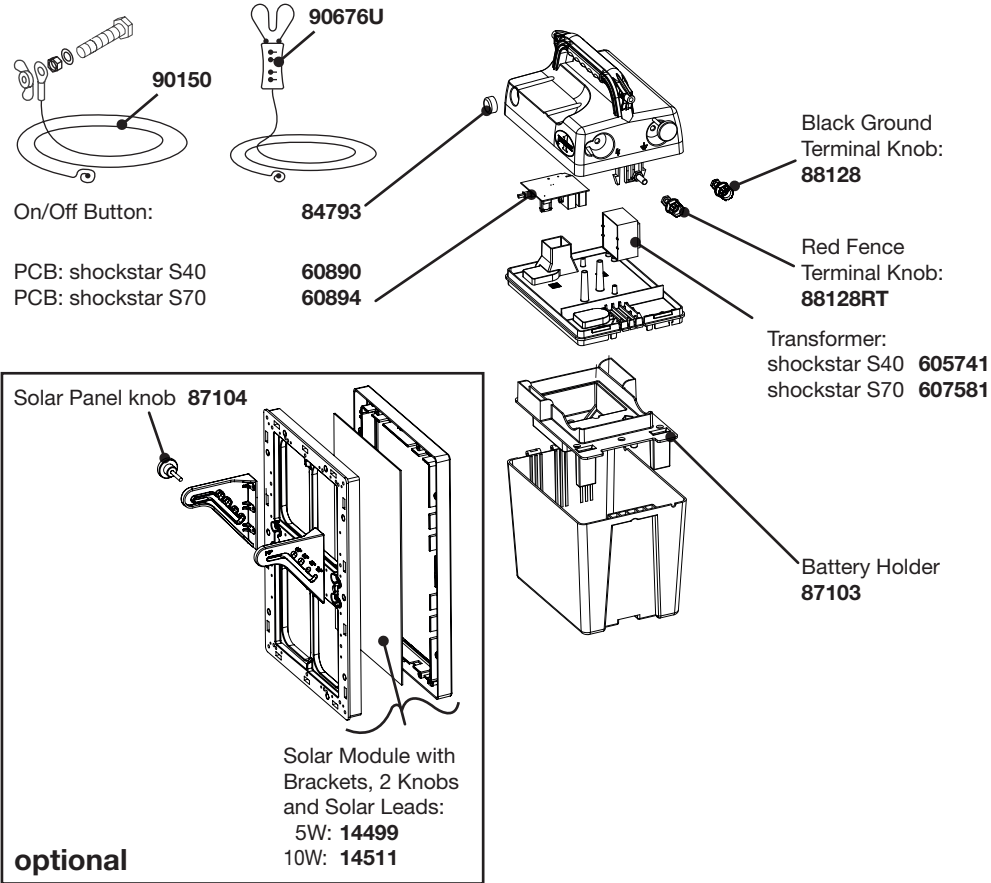

Fig. 2a
Spätestens wenn der Akku zu 80 % entladen ist (nur noch 20% Ladekapazität) muss er nachgeladen werden, um eine Tiefentladung zu verhindern. Die Akkuanzeige (FIG.2a / ①) leuchtet: